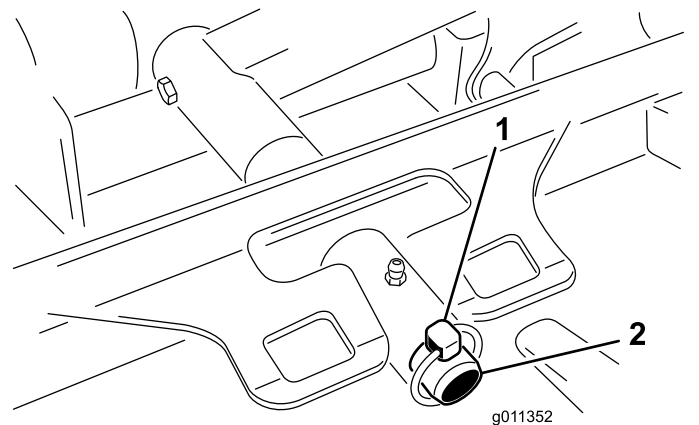

図 125
3. カッティングユニットのキャリアフレームを昇降アームのピボットピンに固定しているリンチピンランドマスター4500またはリテーナナットランドマスター4700を外す 図 125。
2. カッティングユニットのキャリアフレームを昇降アームのピボットピンにセットする 図 125。カッティングユニットをピンに取り付けるリンチピングランドマスター 4500またはリテーナナットグランドマスター 4700を使用する。